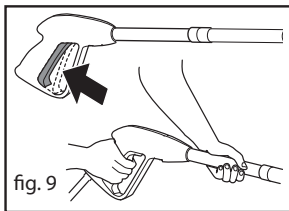

fig. 9
5. Naciśnij spust pistoletu i odczekaj aż przepływ wody będzie stały (rys. 9)